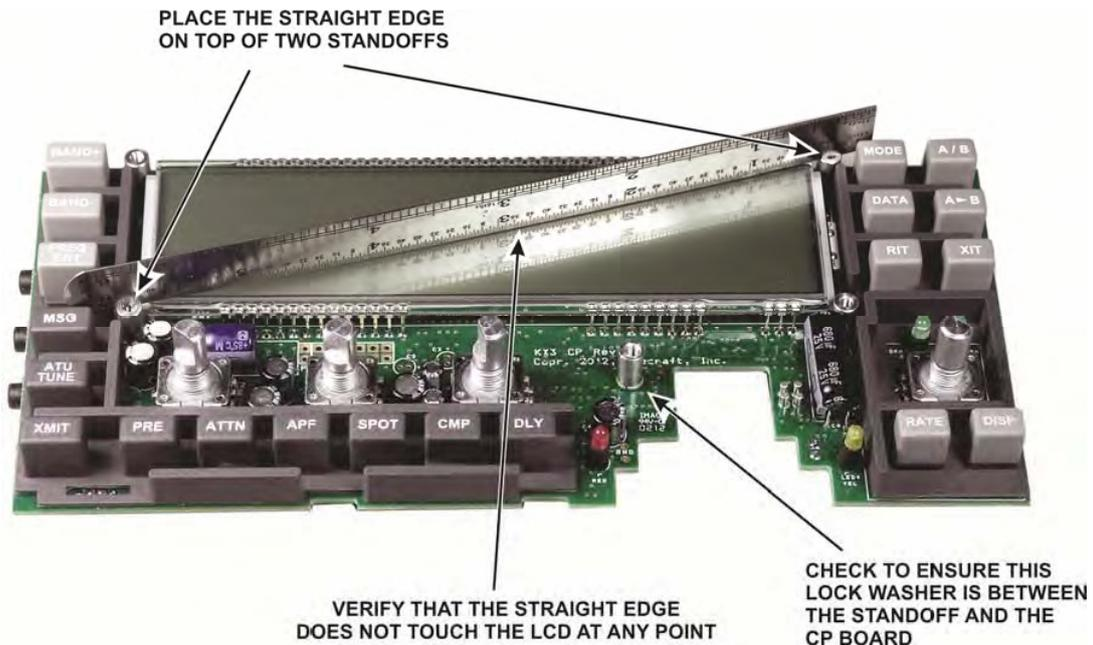
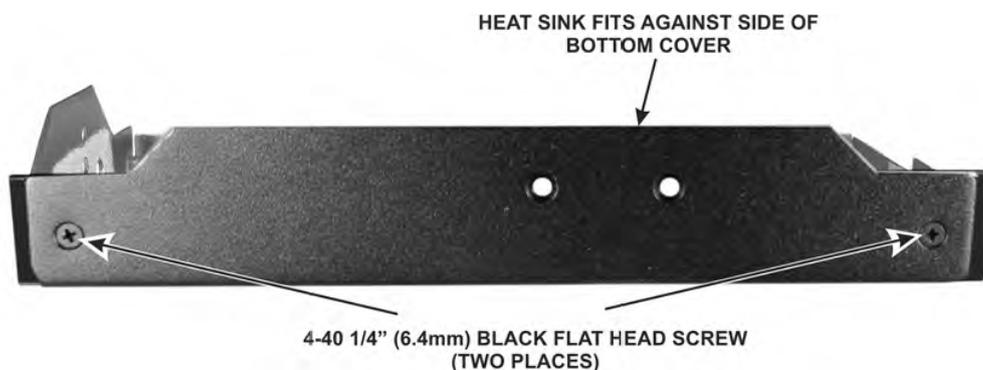

Figure 16. Checking Standoffs.
Figure 30. Mounting the Heat Sink on the Bottom Cover.
- ボードの表側に、図16に示されるような2つのスペンサーのトップを横切ってストレート・エッジを置いて、ストレート・エッジがどの時点でもLCDに触れないことを確認してください。それが行いう場合、最もありそう、外に去りました、図16に示される止め座金スペンサーのうちの1つ、2つの残りの孤立にストレート・エッジを移動させて、テストを繰り返す。示されたような規則を持っていなければ、ヒートシンク(図30)のストレート・エッジを使用してもよい。
- 4-40孤立と図16に示されるようなpcボードの間の止め座金を置いたことを確認してください。
□ ヒートシンクを図30に示されるような2本のねじを備えた下カバーの側面にマウントしてください。2穴の残りのネジ穴は後で満たされるでしょう。